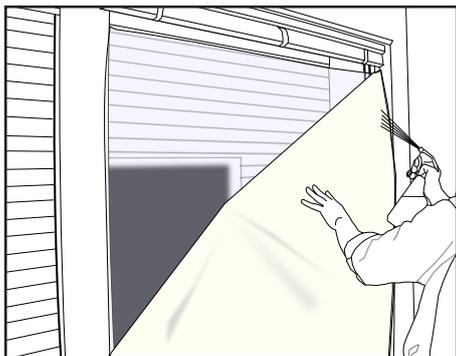

Abbildung 20
- › Das gesamte Abdeckpapier ist abzuziehen; dabei ist die klebende Folienseite mit der HEXISGEL-Flüssigkeit zu befeuchten. (Abb. 20)